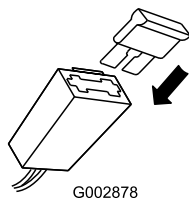

Figura 41
2. Cambie el fusible del portafusibles (Figura 41).